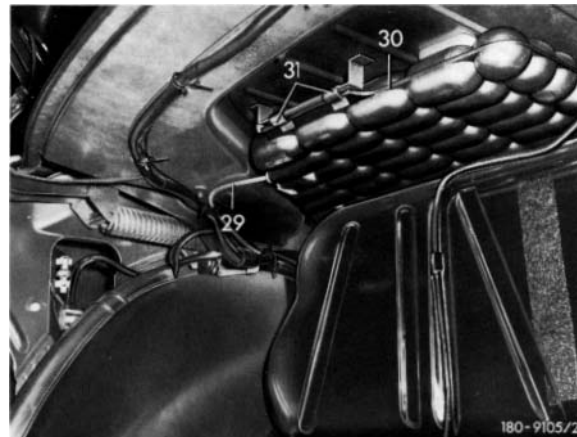

Bild 11
30 Unterdruck-Vorratsbehälter (30) einbauen und mit den beiden Steckklammern (31) befestigen (Bild 11). Anschließend Trennwand und Fondsitz mit Lehne wieder einbauen.